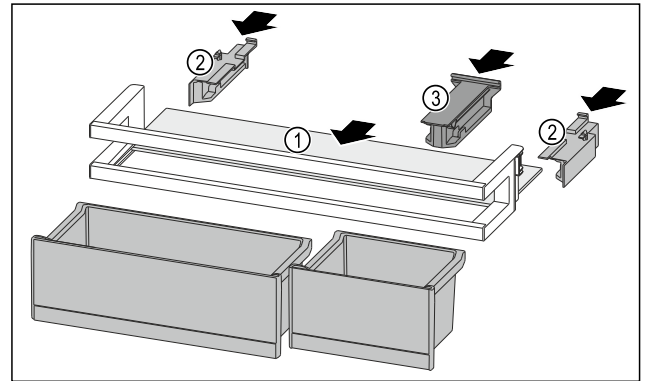

Fig. 183
- ▶ Abstellfläche Fig. 183 (1) in die seitlichen Aussparungen einschieben.
- ▶ Seitenteile Fig. 183 (2) einsetzen.
- ▶ Halteteil Fig. 183 (3) einsetzen.